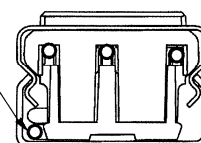

Fig. 10
7. Raccorder les câbles d'alimentation au faisceau de câble C (Fig 1) du PLUGTRAK^{MD} métallique en employant une méthode approuvée. Connecter «noir à noir, blanc à blanc, vert ou fil dénudé à vert, (rouge à rouge pour les PLUGTRAK^{MD} métalliques câblés à 4 conducteurs» (figures 2 et 9). Continuer ainsi pour tous les faisceaux de câbles des PLUGTRAK^{MD} métalliques. Isoler l'extrémité des conducteurs (fig. 10). consulter le paragraphe 9 des renseignements généraux, pour les mises à la terre isolées, voir le paragraphe 9 des renseignements généraux et la figure 9.
7. Conectar los cables de alimentación con el haz de cableado C (Fig 1) de la PLUGTRAK^{MR} metálica, empleando métodos aprobados. Conectar "negro con negro, blanco con blanco, verde o conductor desnudo con verde, (rojo con rojo en la PLUGTRAK^{MR} metálica multifilar de 4 conductores)" (figuras 1 y 14). Continuar con todos los haces de cableado de la PLUGTRAK^{MR} metálica; aislar los cables en los extremos (Fig.10); ver la nota 9 de Información general. Para la conexión a tierra aislada, ver la nota 9 de Información general y la figura 9.